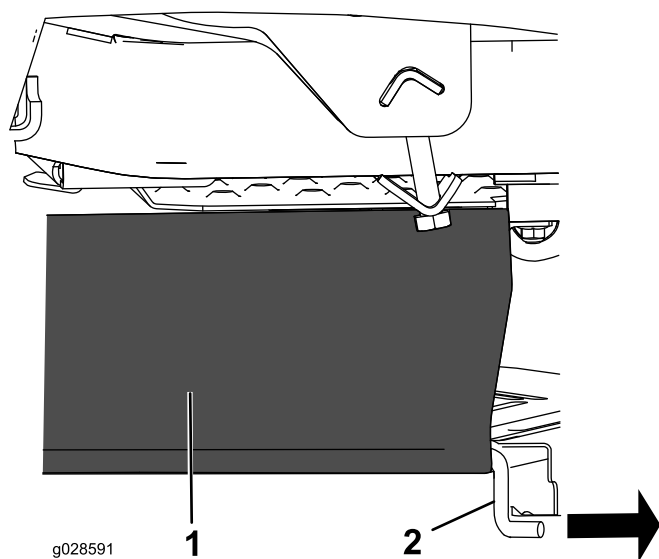

Figura 13
1. Retire la varilla de soporte existente del faldón de la carcasa de corte (Figura 13) ; guarde la varilla para instalarla en el futuro se utiliza la máquina sin ensacador.